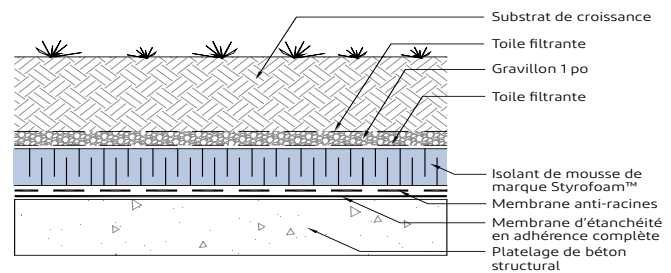

Figure 5: Option 1 - Couche de drainage constituée d'une couche de matériaux granuleux de 1 po (25 mm)*
- Couche de 1 po (25 mm) (min.) de gravillon exempt d'éléments fins et toile filtrante au-dessus et audessous du ballast (Figure 5)